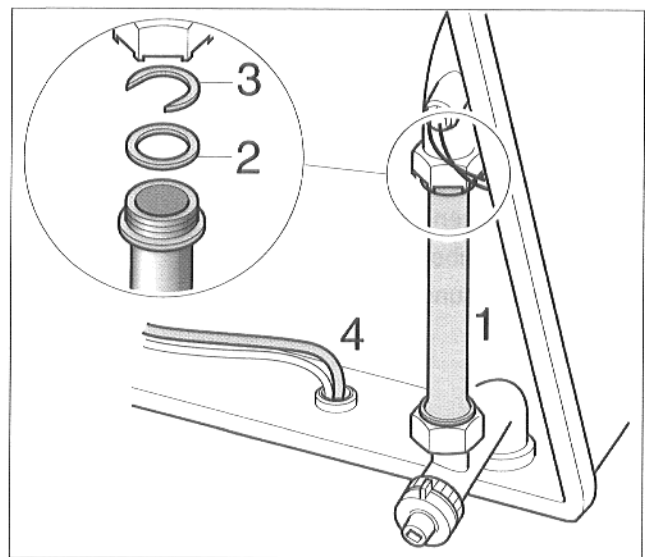

Abb. 4 Blindstück einbauen
- Blindstück (Abb. 4, Pos. 1) einbauen, dabei Leitung mit den zwei Flachdichtungen (Abb. 4, Pos. 2) abdichten und Ausgleichsscheibe (Abb. 4, Pos. 3) einsetzen.